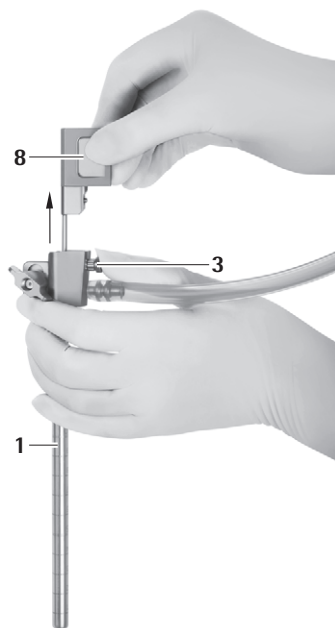

Fig. 10
- ▶ Presser le bouton de déverrouillage 3 et retirer prudemment l'obturateur pour canal optique 8 hors du trocart MINOP InVent 1, voir Fig. 10.